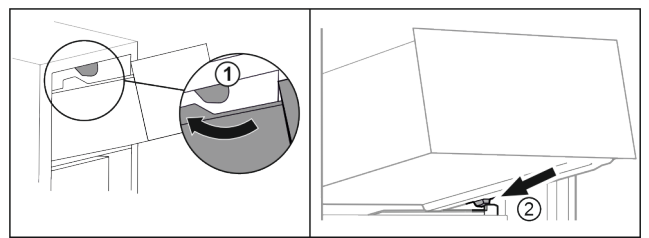

Fig. 83
- ▶ Introduzca el cajón rodeando los toques superiores. Fig. 83 (1)
- ▶ Coloque el cajón inclinado detrás de los topes inferiores sobre la nervadura para recipientes. *Fig. 83 (2)*